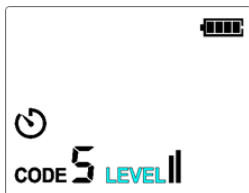

Abbildung 9.1.2b LEVEL erhöhen/verringern
3. Wenn das LEVEL-Symbol blinkt, drücken Sie die Pfeiltasten aufwärts/abwärts, um LEVEL auf **III**, **II** oder **I** einzustellen. Der Standardlevel ist **III**, wie in Abbildung 9.1.2b dargestellt.